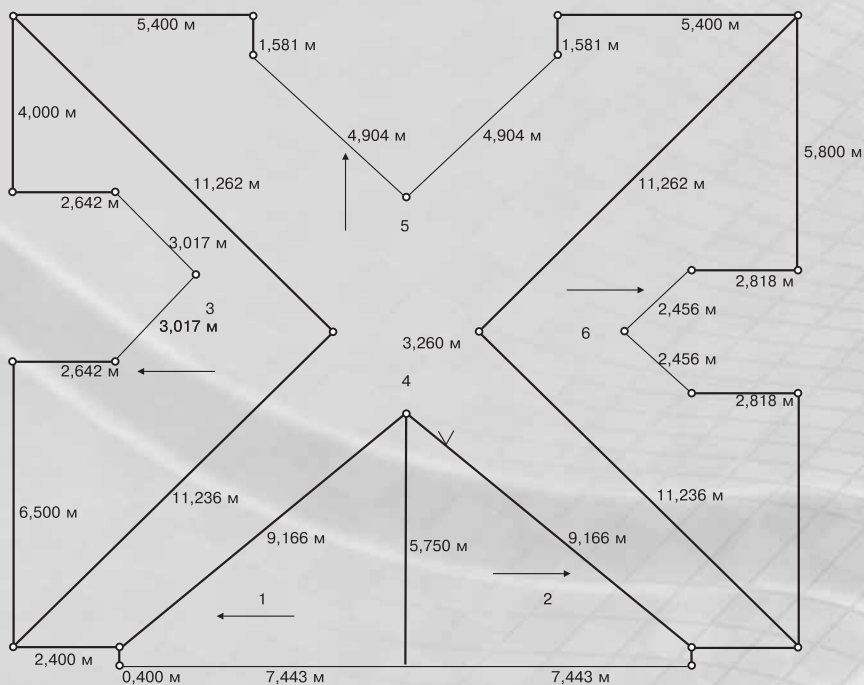

Рис. 14. План кровли
- определение (расчет) потребного количества листов металлочерепицы в соответствии с геометрическими размерами скатов (рис. 14). Расчет производится на основании проектных данных и подтверждается контрольными измерениями на строительной площадке. Определяющее значение для расчетов имеет форма и длина ската в направлении перпендикуляра от карниза до конька. При определении длины ската следует помнить, что край листа черепицы, укладываемой на карнизе, не должен выступать за пределы обрешетки более, чем на 40 мм.